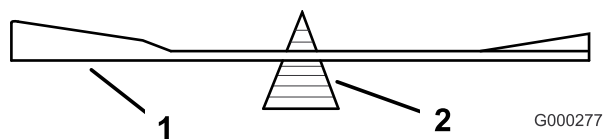
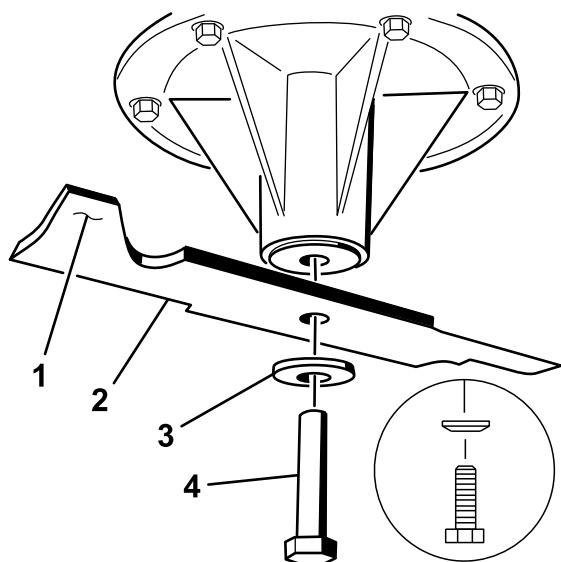

Figure 95
Figure 96
2. Vérifiez l'équilibre de la lame en la plaçant sur un équilibreur (Figure 95). Si la lame reste horizontale, elle est équilibrée et peut être utilisée. Si la lame est déséquilibrée, limez un peu l'extrémité de la partie relevée seulement (Figure 96). Répétez la procédure jusqu'à ce que la lame soit équilibrée.
1. Reposez sur les axes, les lames gauche et centrale, les rondelles bombées et les boulons de lame (Figure 96 et Figure 97).
Remarque: Le cône de la rondelle bombée doit être dirigé vers la tête du boulon (Figure 96).
2. Posez sur l'axe, la lame droite, la rondelle bombée et le boulon (fileté à gauche) (Figure 96 et Figure 97).